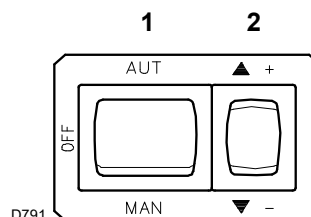
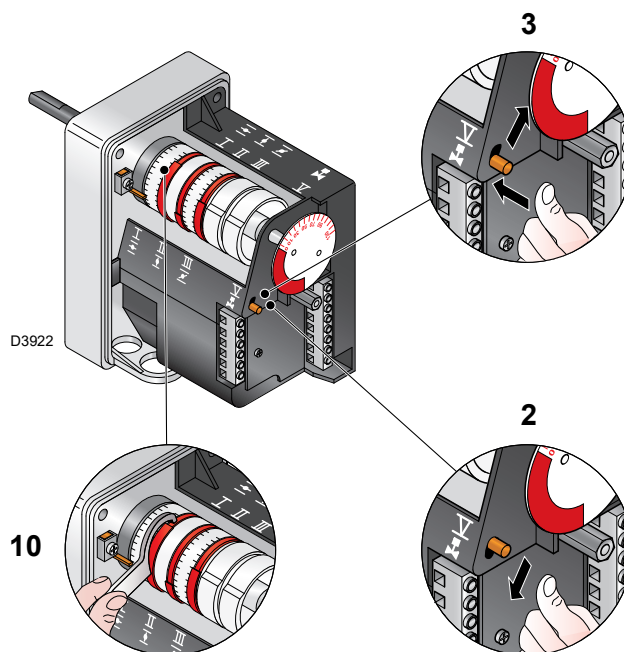

Fig. 24
Fig. 28
Chiudere i termostati/pressostati e mettere l'interruttore in posizione "MAN" (Fig. 24).
Premere ora il pulsante 2)(Fig. 24) "aumento potenza" e tenerlo premuto fino a quando il servomotore ha aperto la serranda aria e la farfalla del gas.
Premere il pulsante 2)(Fig. 24) "diminuzione potenza" e tenerlo premuto fino a quando il servomotore ha chiuso la serranda aria e la farfalla del gas a 50° (regolazione fatta in fabbrica).
- Se bisogna diminuirla, ridurre un poco l'angolo della camma III (Fig. 28) con piccoli spostamenti successivi, cioè portarsi dall'angolo 65° a 63° - 61°....
- Se bisogna aumentarla, premere un poco il pulsante "aumento potenza" 2)(Fig. 24) (aprire di 10-15° la farfalla del gas), aumentare l'angolo camma III (Fig. 28) con piccoli spostamenti successivi, cioè portarsi dall'angolo 65° a 67° - 69°.... Quindi premere il pulsante "diminuzione potenza" fino a riportare il servomotore nella posizione di minima apertura e misurare la portata del gas.
Per l'eventuale regolazione della camma III, specie per i piccoli spostamenti, è possibile utilizzare l'apposita chiave 10)(Fig. 28).
Premere un poco il pulsante 2)(Fig. 24) "aumento potenza" in modo che il servomotore ruoti di circa 15°.
- Spegner il bruciatore agendo sull'interruttore 1)(Fig. 24), posizione "OFF";
Legenda (Fig. 28)